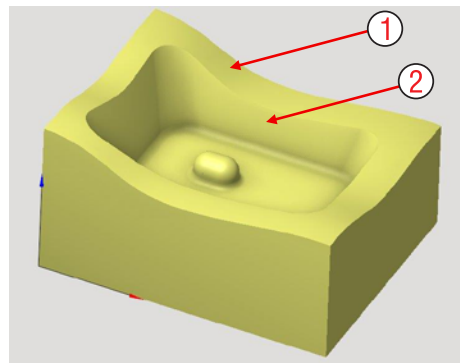

Рис. 6-11. Пример матрицы для иллюстрации переменного шага проходов.
Это матрица, поверхность разъема (1 на рис. 6-11) имеет переменную ширину, наклонные стенки (2) – переменную высоту.
Создайте новую операцию 3D смещение. В рабочем задании укажите одну поверхность (1 на рис. 6-11).